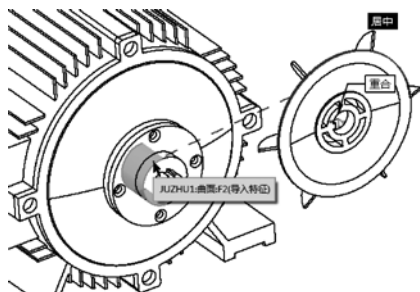

图 7-78 居中约束
- 新建“居中”约束，选择两个组件的圆柱面进行约束，如图 7-78 所示。